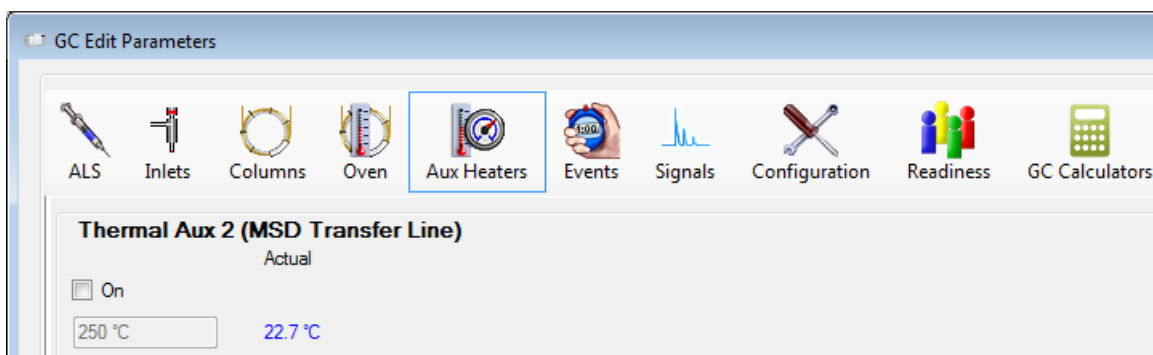

Figure 33. Réglage de la température de l'interface
- 2 Cliquer sur l'icône **Aux Heaters** (Chauffages aux) pour modifier la température de l'interface. (Voir **Figure 33**.) Dans cet exemple, la température de l'interface GC/MS est configurée sur Thermal Aux 2.